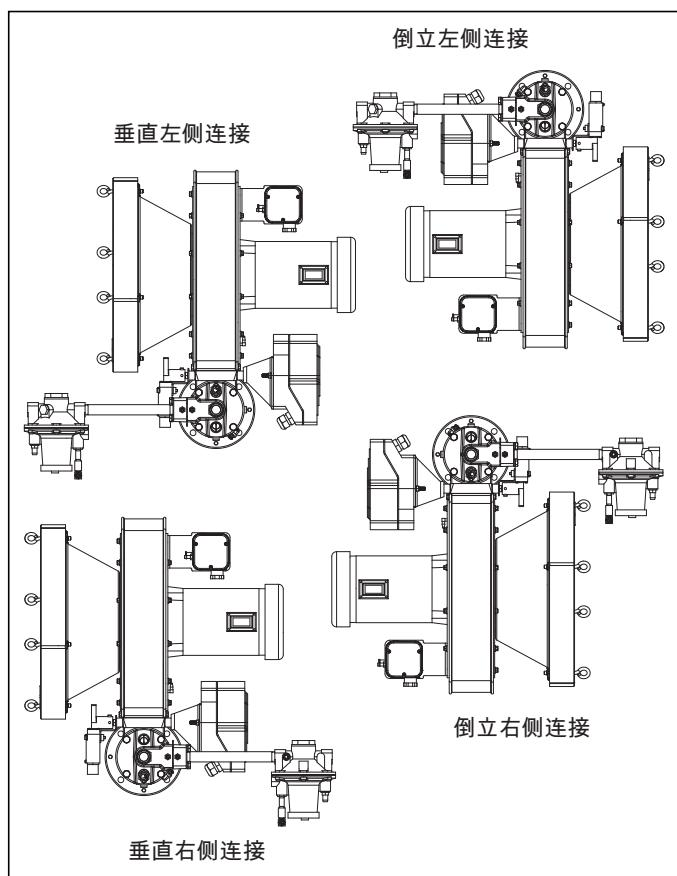

图 3.1. 配置选择和电机方向选择
- 燃料类型：热量值的变化，专门的比重以及专门的指数计量会影响燃烧器的运作。假如任何参数的变化超过图 3.1 规定的 ± 5%，请联系 Eclipse 公司以检查燃料的适用性。每一个 RatioAir 燃烧器性能数据，尺寸和规格的详情请参阅数据表 115-1 至 115-11。